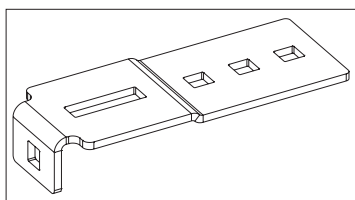
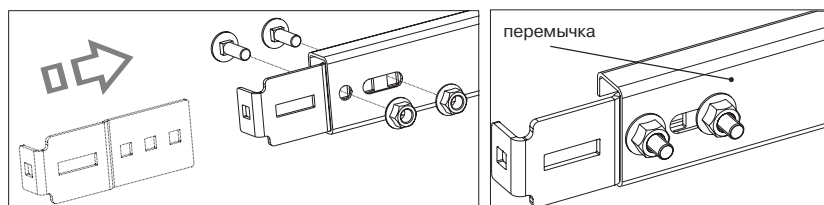

Рис. 7.4. Кронштейн мерной планки
Рис. 7.5. Установка кронштейна мерной планки
- Собрать мерную планку, для чего установить с торцов перемычки кронштейны мерной планки (рис.7.4) и закрепить их при помощи двух болтов М8х25 с полукруглой головкой и гаек с буртиком (рис.7.5).